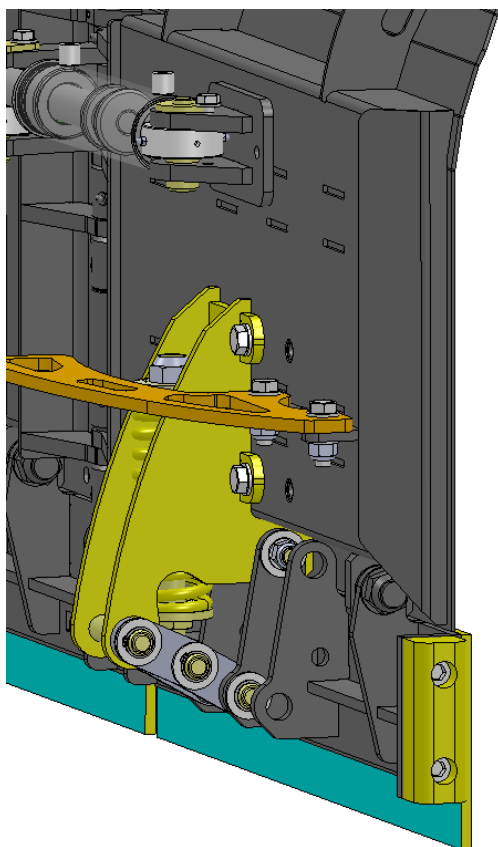

Bild 10 Relaxmekanismen
- Bladets ram är mekaniskt låst med hjälp av tre leder (bild 10).
- När belastningen åter är normal låser fjädringen bladets ram på nytt (bild 10).